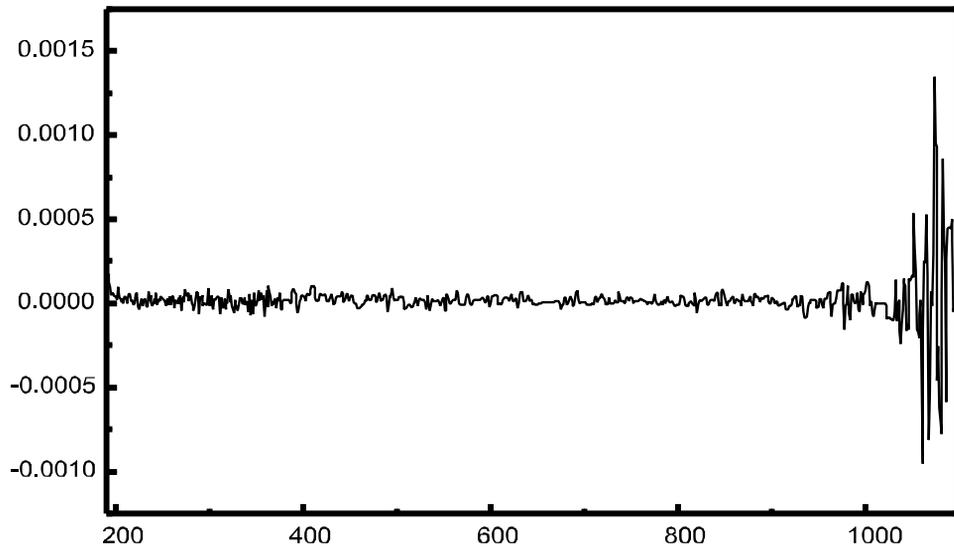
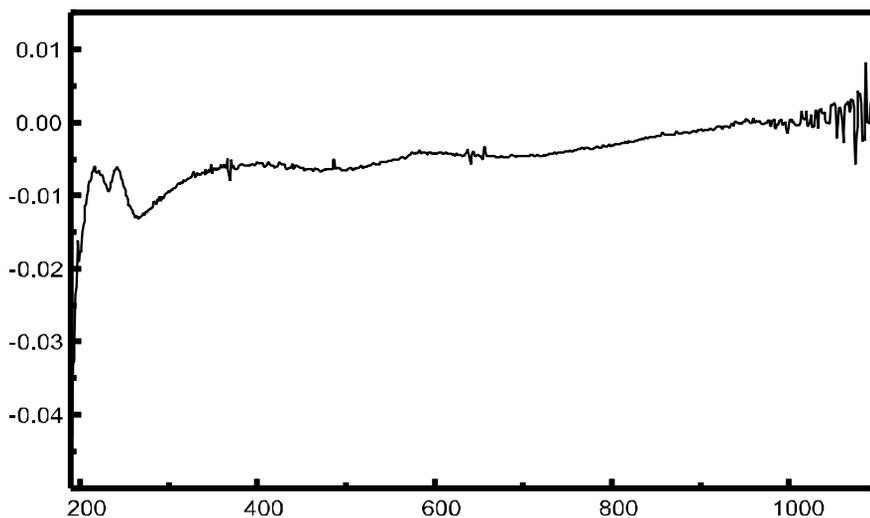

Figura 9 Esempio di una misurazione "a vuoto" eseguita su acqua che presenta una linea di base adeguata
Figura 10 Esempio di una misurazione "a vuoto" eseguita su acqua con presenza di bolle che provocano una linea di base inadeguata
- ✓ La misurazione "a vuoto" mostra una linea di base piatta (le Figura 9 e Figura 10 a pagina 52 mostrano, rispettivamente, una linea di base corretta e una scorretta).
Se il campione di riferimento o gli spettri mostrano artefatti simili a quello della Figura 10, vedere "Solventi" a pagina 46 per ottimizzare la procedura di misurazione.